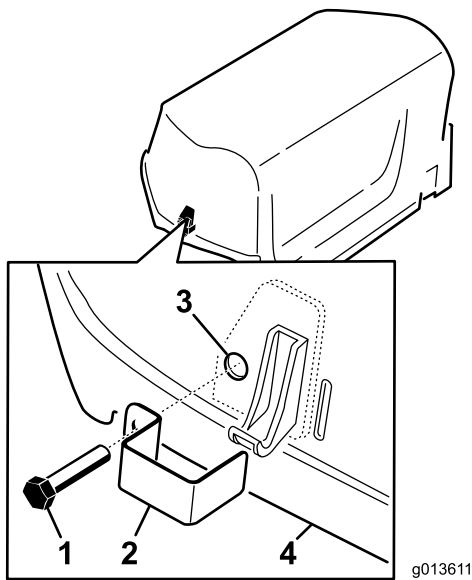

Figure 5
1. Fixez une gâche sur les verrous gauche et droit du capot (Figure 5) avec une vis d'assemblage (2 en tout).
2. Avec une pince ou une clé réglable, vissez une rondelle de blocage interne sur chaque boulon (1 à 2 filets) pour fixer les vis (Figure 5).